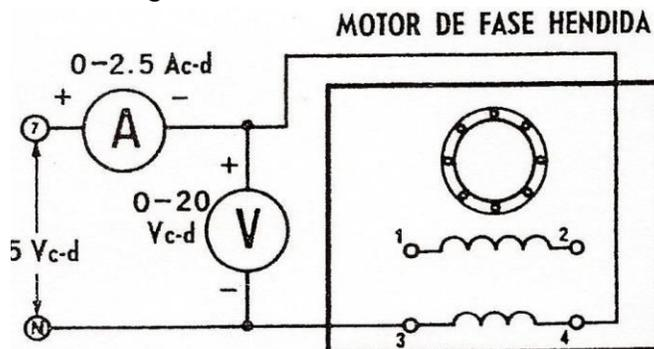

Figura 2
8. Reduzca el voltaje a cero y desconecte la fuente de alimentación. Conecte el circuito ilustrado en la figura 2.